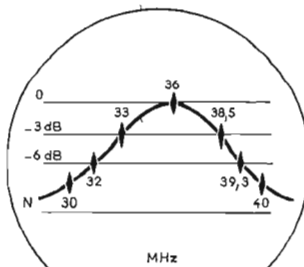

Fig. 36. — L_1 ajoute ici son effet.
f) Après avoir ôté la résistance d'amortissement de 100Ω , la bobine L_1 est ajustée pour centrer maintenant la courbe sur 36 MHz (voir Fig. 36).